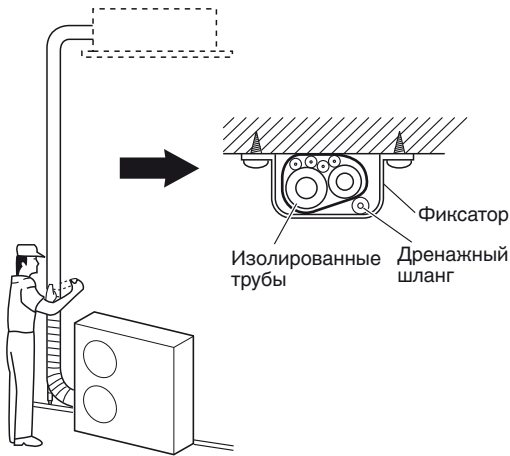

Рис. 5-9
- (1) На данном этапе трубы хладагента (и электрическую проводку, если это разрешено местными правилами) следует обмотать вместе бронелентой в 1 связку. Чтобы предотвратить перелив конденсата через края дренажного поддона, проложите дренажный шланг отдельно от трубопровода хладагента.
- (2) Намотайте бронеленту от нижней части внешнего блока до верхней части трубопровода, где он входит в стену. Во время обматывания трубопровода перекрывайте половину каждого предыдущего витка ленты.
- (3) Прикрепите связку трубопровода к стене, используя по 1 фиксатору приблиз. через каждый метр. (Рис. 5-9)